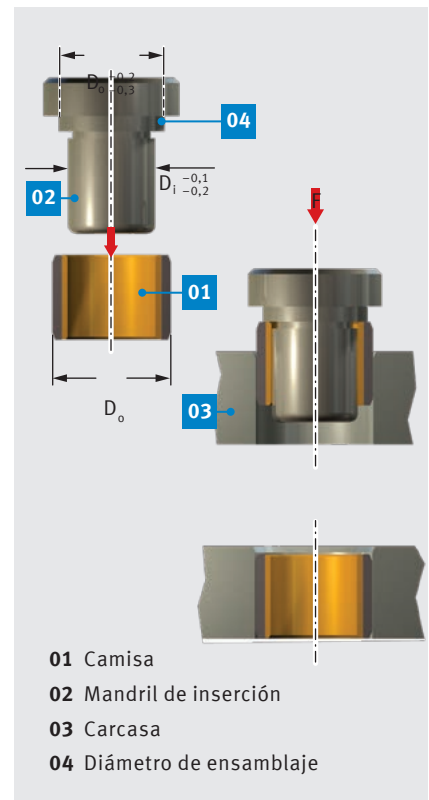

Fig. 53: Inserción encastrada  $D_o \leq 55$  mm
- inserción encastrada con mandril y sin anillo auxiliar, según la Fig. 53